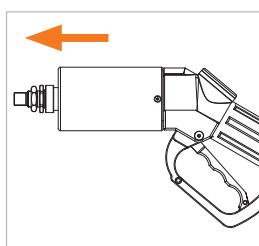

Abbildung 23
- Ziehen Sie den WEH® Servicenippel vorsichtig und gerade aus der Füllkupplung heraus (Abbildung 23).